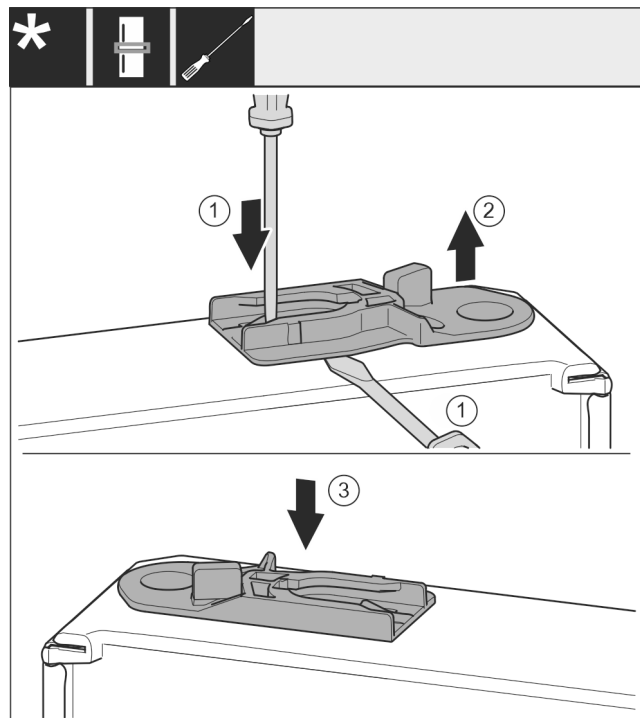

Fig. 36
- ▶ Führungsbuchse herausziehen: Lasche mit Schlitzschraubendreher drücken und gleichzeitig mit Schlitzschraubendreher unter Führungsbuchse fahren. Fig. 36 (1, 2)
- ▶ Im Lieferumfang beiliegende Führungsbuchse auf anderer Gehäusesseite einschieben. Fig. 36 (3)